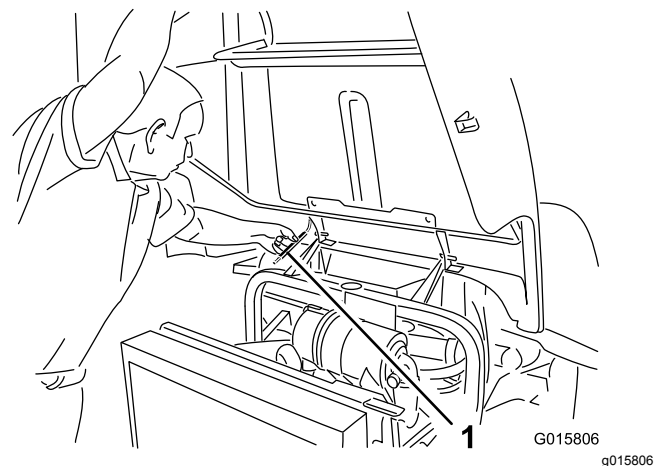

Figura 64
2. Levante el capó hasta que pueda colocar la varilla de sujeción detrás del tubo del bastidor (Figura 64).